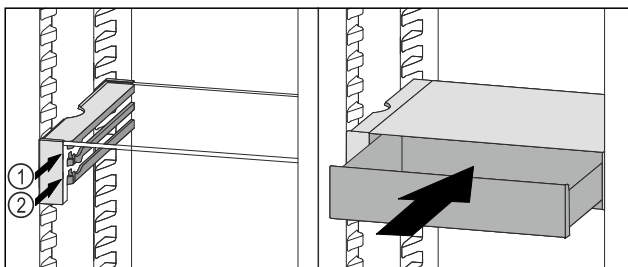

Fig. 124
- VarioSafe-Schubfach hinter den Stoppern auf gewünschter Rippe Fig. 124 (1) oder Fig. 124 (2) aufsetzen.